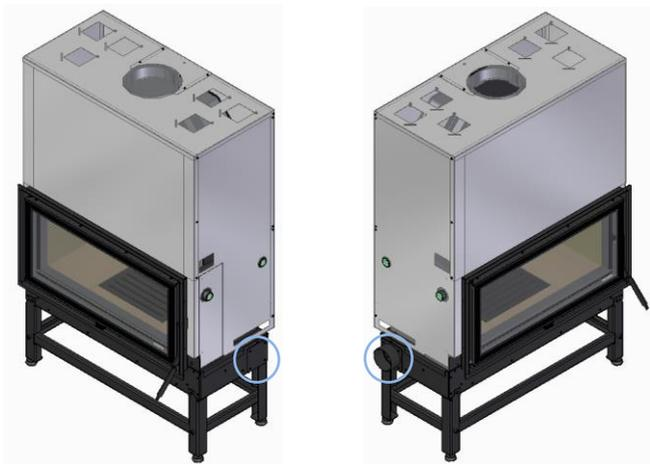

Figura 12
h) Instalar o adaptador de entrada de ar, no lado inferior, o que proporciona uma viagem mais curta ou uma menor queda de pressão. No lado oposto, a tampa deve ser colocada para impedir a entrada de ar indesejado, Figura 12. Para fixar estas duas peças, existem 8 parafusos, 4 para cada peça, no saco de acessórios incluído no equipamento.